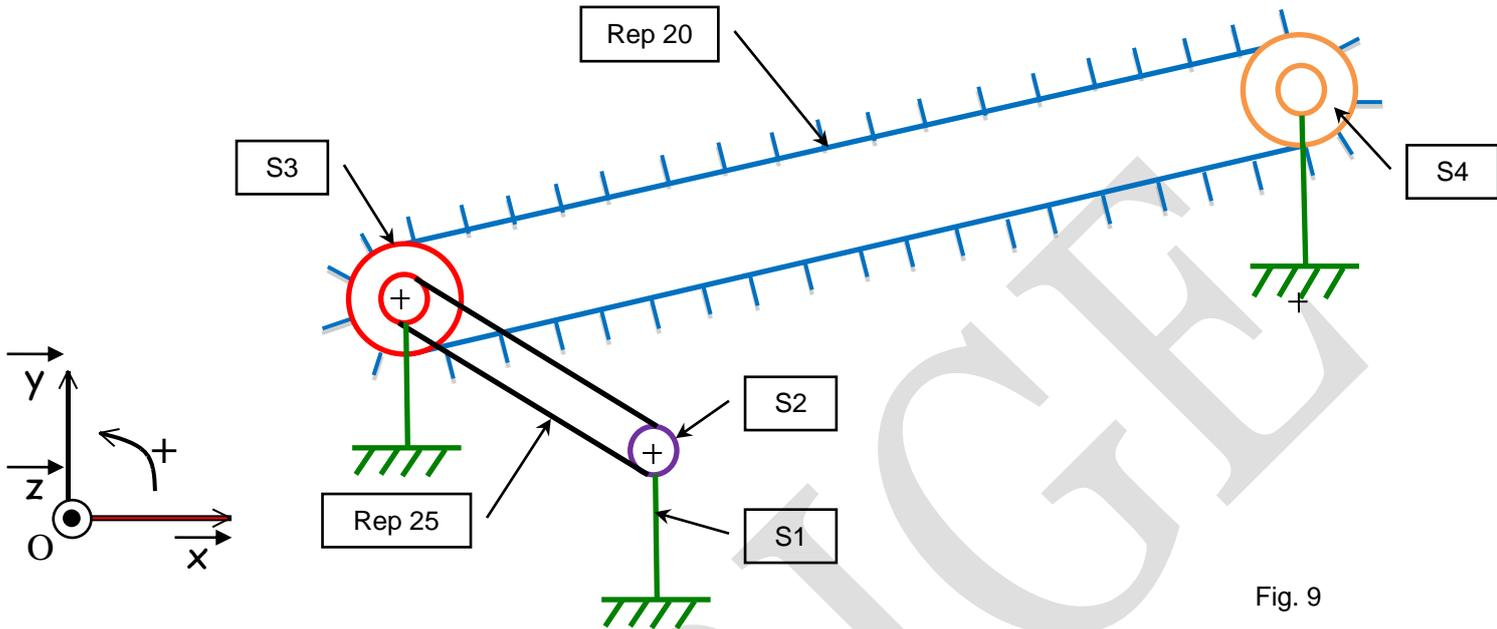

Fig. 9
**Q2-3 :** Dans les 2 zones en pointillés du schéma cinématique du convoyeur ci-dessous (fig. 9), compléter :